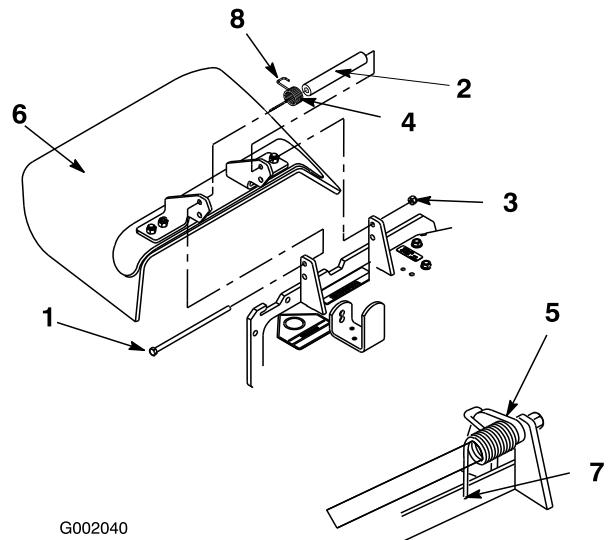

Bild 69
1. Entfernen Sie die Sicherungsmutter, Schraube, Feder und das Distanzstück, mit denen das Ablenkblech an den Drehhalterungen befestigt ist (Bild 69). Entfernen Sie defekte oder abgenutzte Ablenkbleche.
**Hinweis:** Stellen Sie sicher, dass sich das L-Ende der Feder hinter der Mähwerkskante befindet, bevor Sie die Schraube einführen, siehe Bild 69.
3. Setzen Sie die Schraube und Mutter ein. Führen Sie das J-förmige Hakenende der Feder um das Ablenkblech (Bild 69).